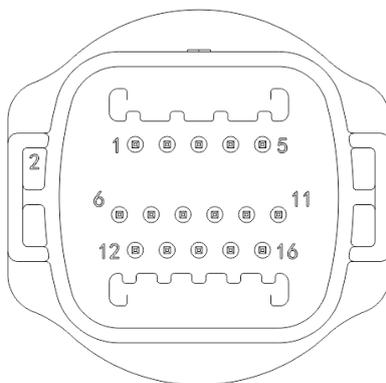

图 6.8 通讯端口定义图
RS485 可以进行单机通讯或多机（32pcs）并联长距离（500 米）、高速（波特率 38400）通讯。RS485 通讯线建议选用双绞屏蔽线，单机通讯时，通讯线可接到引脚 3/4 上，其屏蔽层可接到引脚 1 上；多机并联时，两个 RS485-1 接线口同时使用，屏蔽层可分别接到引脚 1/2 上，如图 6.8。
- III. 按照图6.8 RS485通讯接口定义进行接线。
2> 如图 6-8 所示，将 USB 转 WIFI 模块插入 USB 接口，此时 USB 转 WIFI 模块 LED 灯亮。